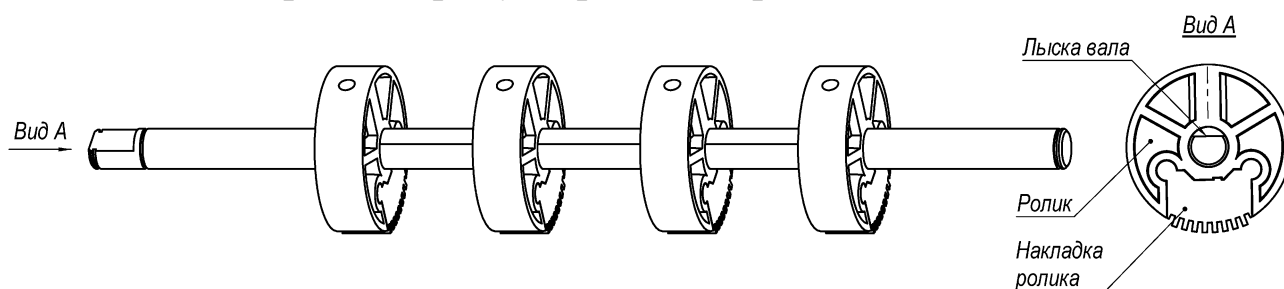

Рис. 45. Общий вид узла роликов сбрасывающих.
3. Установите четыре ролика на валу согласно вида А (рис. 45).